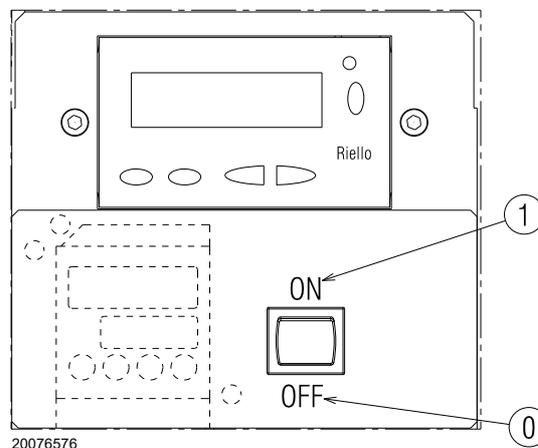

Fig. 27
Fermer les thermostats/pressostats et mettre l'interrupteur de Fig. 27 en position « 1/ON ».
- mettre l'interrupteur de Fig. 27 en position « 0/OFF » et attendre que la boîte de contrôle effectue la phase d'extinction ;